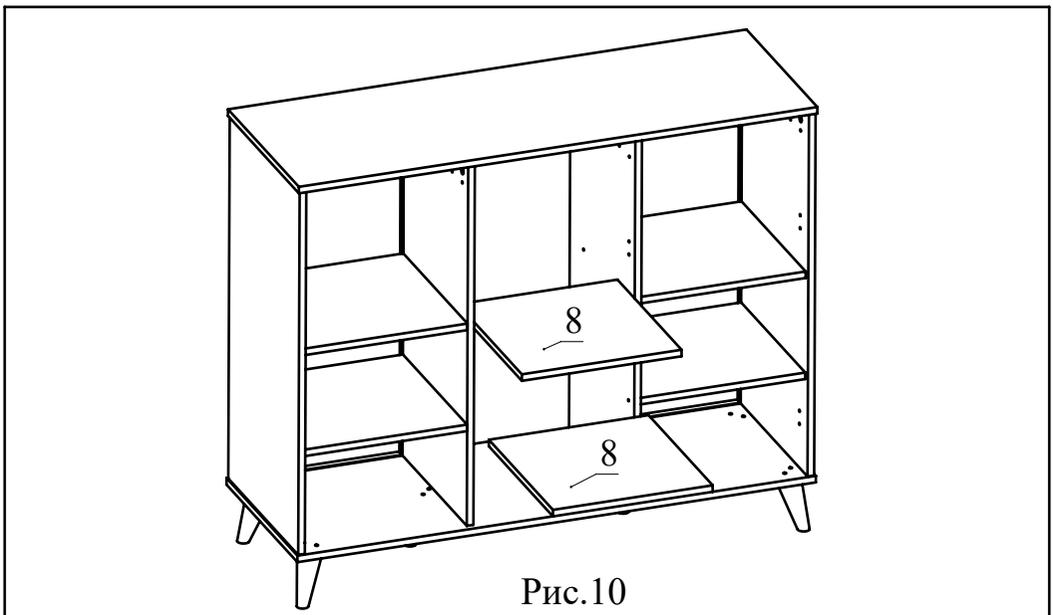

Рис.10
11. Установите полки 8 на полкодержатели (Рис. 10).